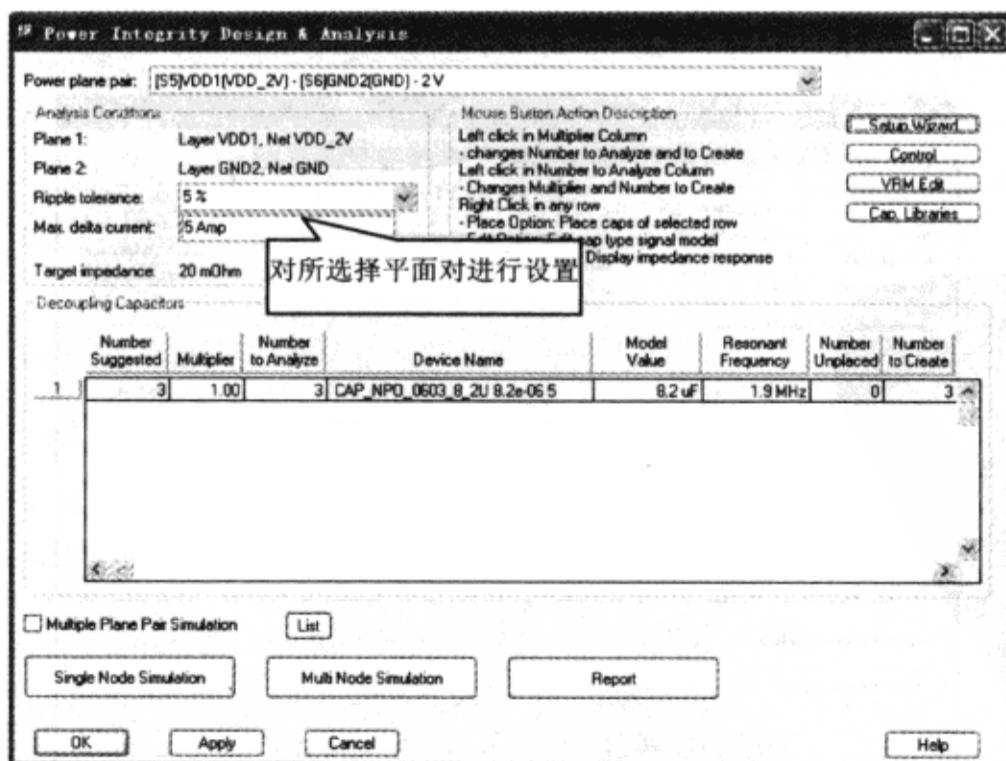

图 8-8-40 对所选择平面对进行设置
(7) 为所选择的电源平面对设置目标阻抗：在“Analysis Conditions”区域的“Ripple tolerance”（波动容限）栏中选择“5%”；在“Analysis Conditions”区域的“Max delta current”（最大变化电流）栏中输入“5Amp”。这时就会显示当前的目标阻抗为 20mΩ，如图 8-8-40 所示。